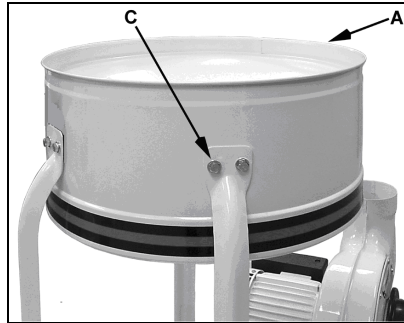

Fig 5
Fixer le bâti (A, Fig 5) avec 6 vis hexagonales (C).